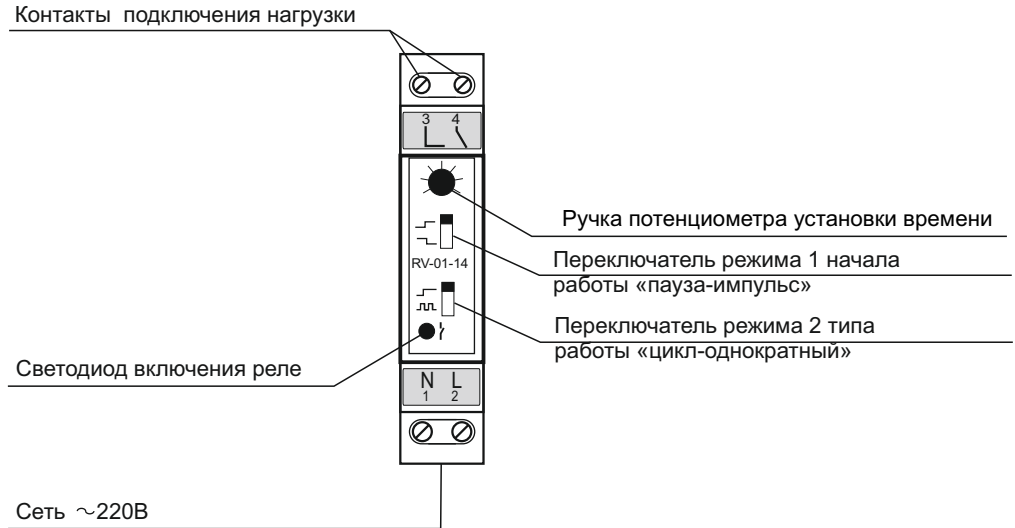

Рис. 3. Вид лицевой панели прибора
5.2. Переключателем 2 устанавливают желаемый режим работы устройства (рис.3):
5.3. Ручкой потенциометра устанавливают время работы устройства (рис.3).